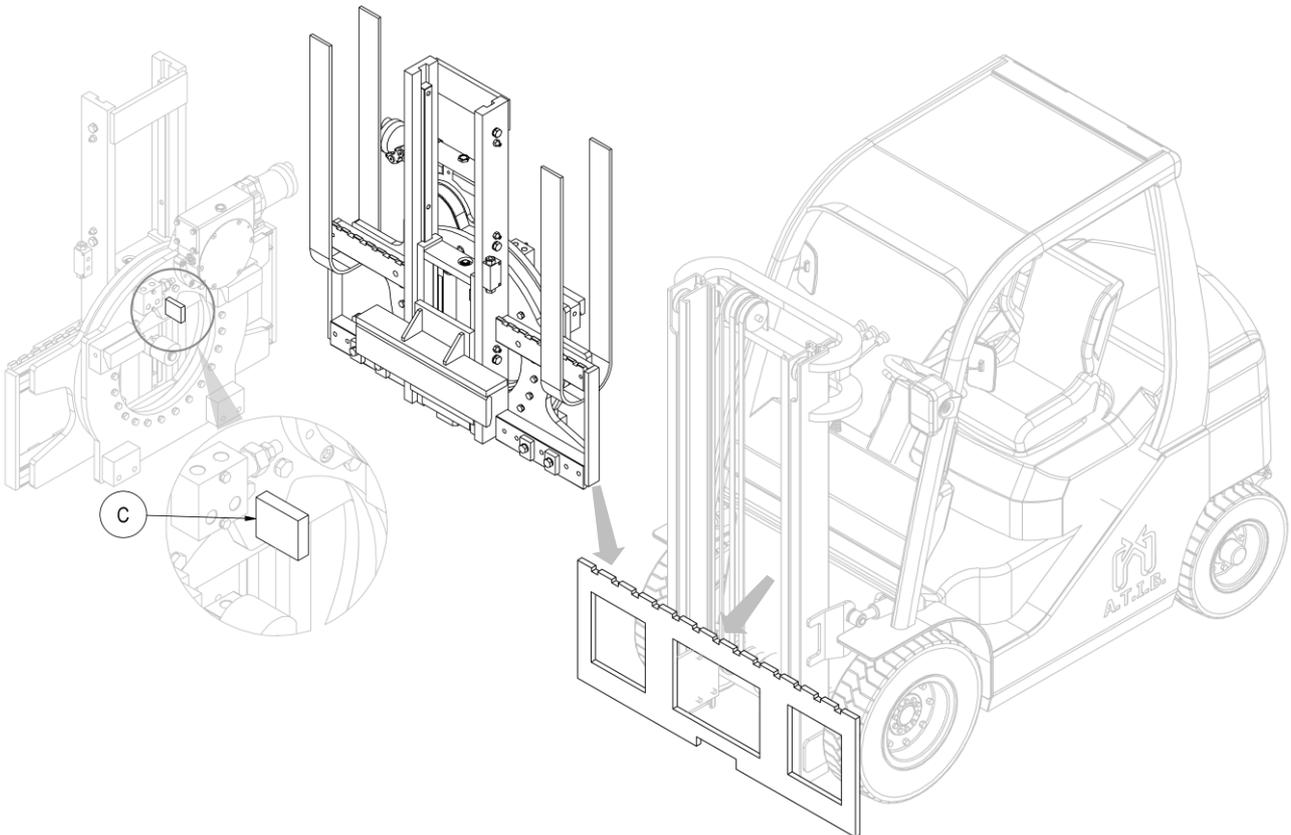

Abbildung 3
6. Setzen Sie mit einem Brückenkran oder einem Flaschenzug mit ausreichender Tragleistung das Gerät auf die Trägerplatte des Gabelstaplers und achten Sie darauf, dass der Zentriersift **C** in der Mittelkerbe einrastet (siehe *Abbildung 3*).